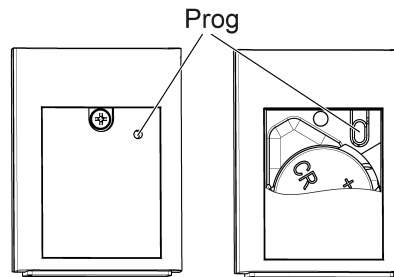

Bild 3: Knapp Prog
Knappen **Prog** (Bild 3) kan tryckas genom borrhningen i batteriluckan med en tunn tråd eller ett gem.
- Håll knappen **Prog** (Bild 3) intryckt i längre än 4 sekunder. Statuslysdioden (1) blinkar rött. Handsändaren befinner sig i programmeringsläget i ca 1 minut.